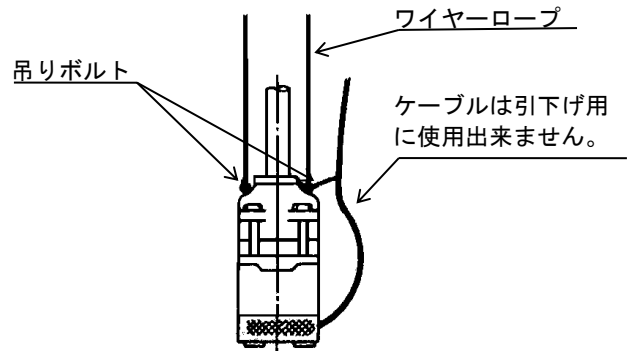
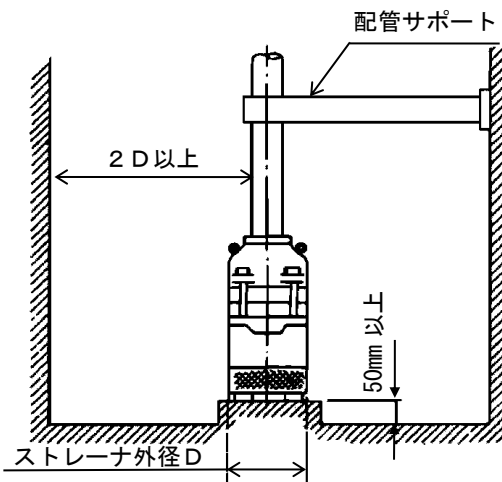

図10
図12
- (1) ポンプ据付の前に、絶縁抵抗を測定してください。モータおよびケーブル(電源接続部を除く)を水に浸した状態で、大地および接地線(18.5kW以上はモータフレームに接地用端子を設けております)と各相間の(スターデルタ始動の場合はさらに各々の相間の)絶縁抵抗を、測定してください。絶縁抵抗値はモータ出力15kW以下の場合は20MΩ以上、18.5kW以上の場合は100MΩ以上あれば、良好な状態です。尚、この時ケーブルの芯線部分は地面から離して測定します。
- (2) 据付ならびに移動時には、ケーブルを絶対に引っばらないでください。吊りボルトにワイヤーロープ等を結び、吊り上げてください。(図10参照)。ポンプ質量は、外形寸法図に明示しております。
- (3) ポンプは、横置きあるいは宙吊りでの使用はできません。底に立置きでご使用ください。
- (4) ポンプの運転水位には十分注意し、ポンプが空運転しないように水位設定をしてください。始動可能な最低水位以下で始動したり、運転可能な最低水位以下で運転すると、揚水不能、ポンプ軸受けの損傷及びモータの焼損を引き起こしますので、絶対に避けてください。またこの他に、貯水槽水位は、消防法に定める有効水量を確保する必要があります。
- (5) ポンプはできるだけ槽内の乱流のない中央部に設置し、点検のための蓋(点検口、マンホール等)の真下に設けてください。ポンプ中心から水槽壁面までの距離は、ポンプストレーナの2倍以上となるよう設置してください。また、ポンプ台を設けるなどして、ポンプは水槽底面から50mm以上の位置に設置してください(図12参照)。